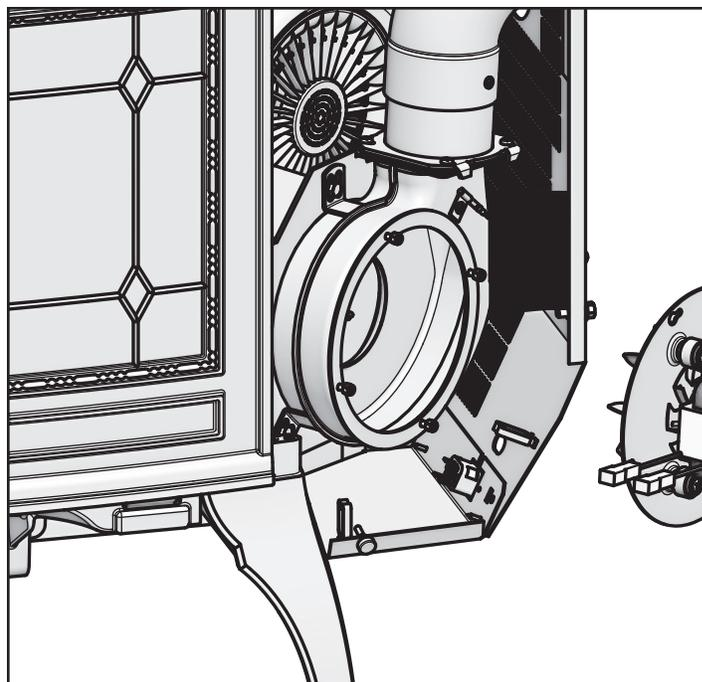

Figure 27.2
2. Enlevez le panneau droit en desserrant les 2 vis au moyen d'un tournevis à tête cruciforme ou une clé. **Figure 27.2.**